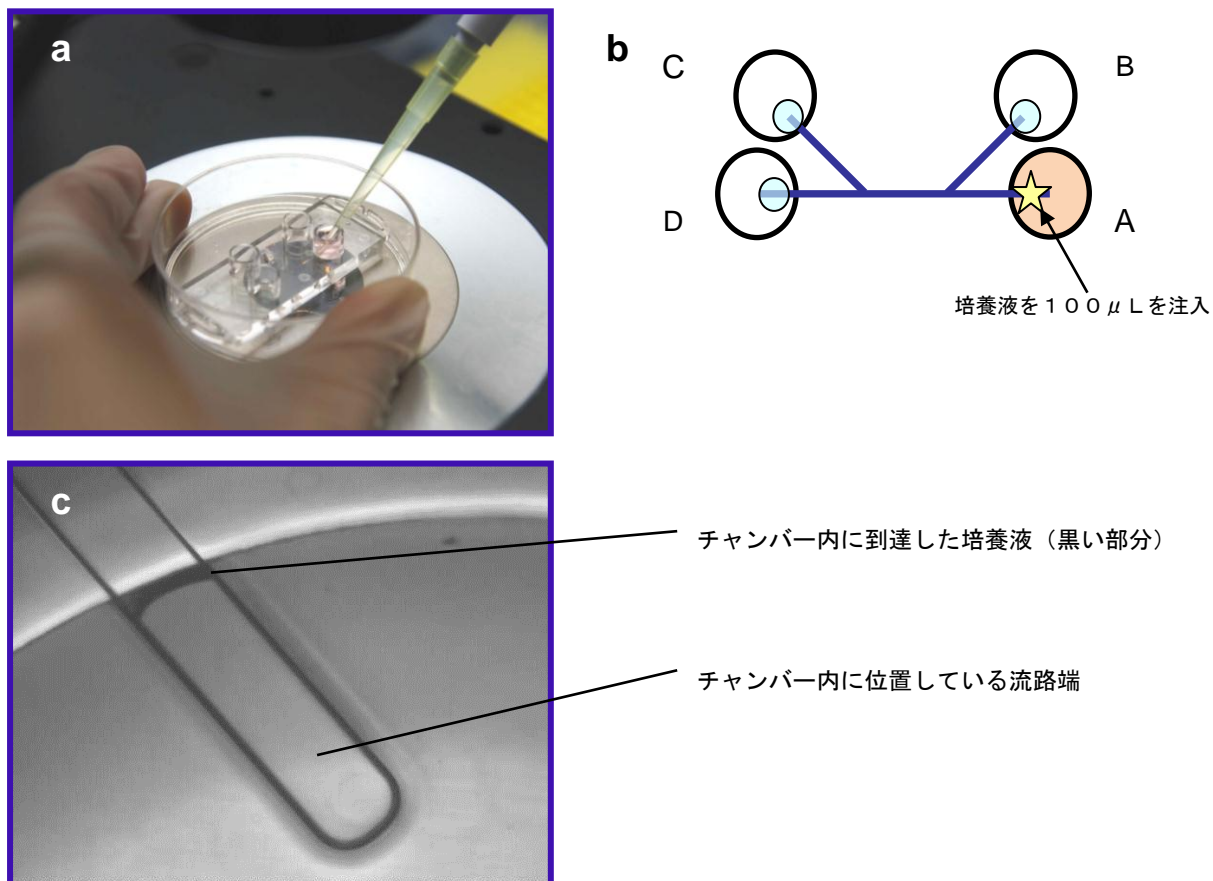

図3：チャンバーAへの培養液の注入
- ① ピペットでチャンバーAの流路入り口付近 (☆印付近) に培養液を  $100\mu\text{L}$  注入します (図3)。顕微鏡下で、流路内が培養液で満たされていること注2)、ならびに培養液がチャンバーB、C、Dに到達していることを確認します。